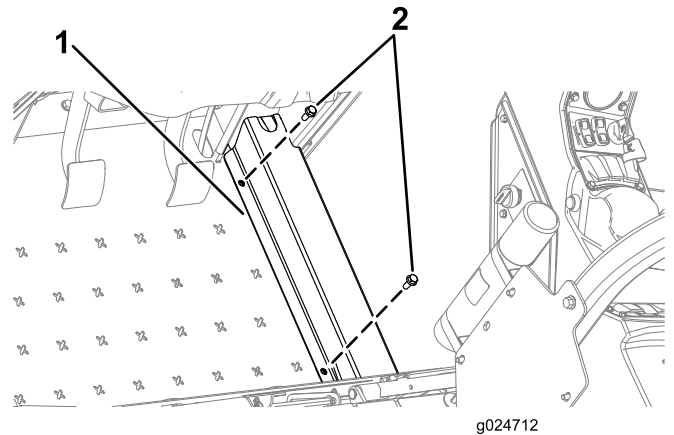

Figure 28
1. Retirez les 2 boulons qui fixent la protection du flexible sur la machine, et déposez la protection (Figure 28).